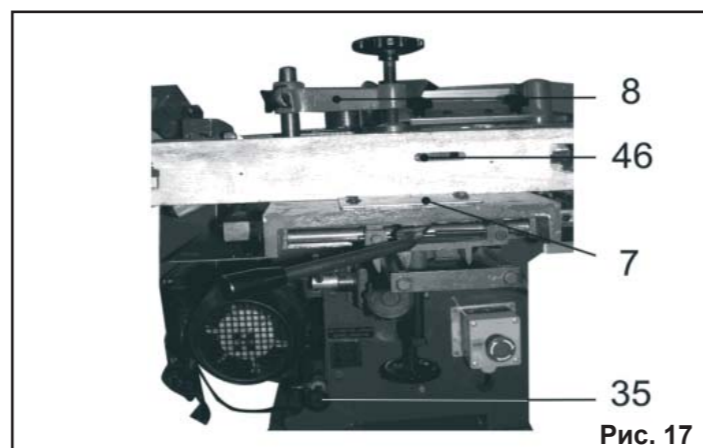

Рис. 17
- перевести рычаг переключения (35) в положение «строгание/фрезерование», Рис. 17;
- поворотом ручки фиксации (33) ослабить фиксацию положения фрезерного рабочего стола (10);
- маховиком (2) установить необходимую высоту фрезерного рабочего стола (10);
- маховиком поперечного перемещения (32) установить положение фрезерного рабочего стола (10) относительно фрезерной головки (39);
- установленное положение фрезерного рабочего стола (10) зафиксировать ручкой фиксации (33);
- установить и закрепить подвижный упор (9) так, чтобы заготовка имела свободное продольное перемещение по фрезерному рабочему столу (10) и не имела поперечного перемещения;
- для удаления древесной стружки и пыли с рабочей зоны, патрубков кожуха фрезера (11) соединить с пылесосом для сбора стружки и древесной пыли (см. раздел 11.).
9.1.2. При выполнении фрезерных работ с использованием пальчиковой фрезы (46) необходимо:
- рычаг переключения (35) перевести в положение «строгание/фрезерование»;